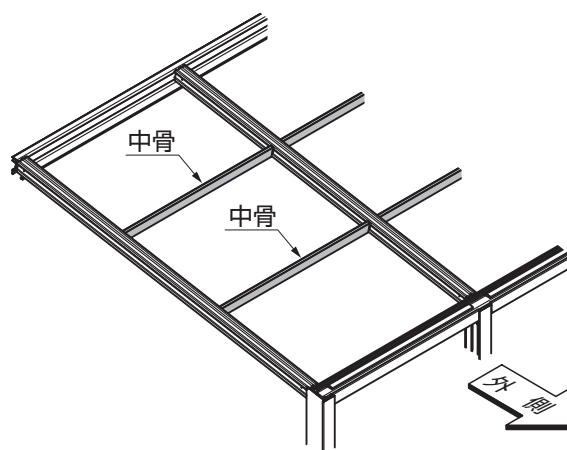

図14-5 積雪地域用の場合
- 積雪地域用の場合は、中骨の本数が異なります。(表14-1、図14-5参照)